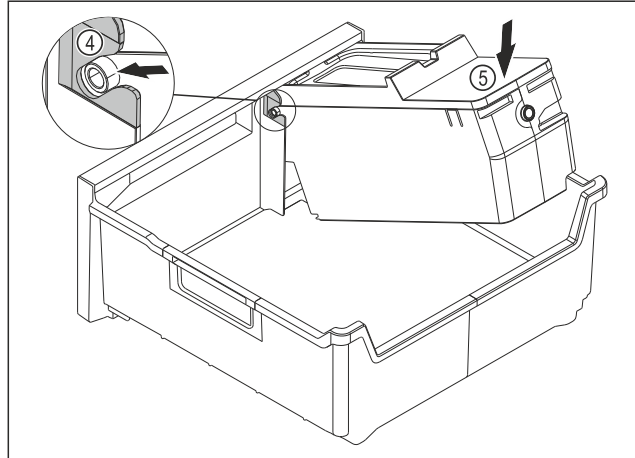

Fig. 82
- EasyTwist-Ice gövdesini monte edin: EasyTwist-Ice gövdesinin eksenlerini kılavuzlara Fig. 82 (4) itin.
- EasyTwist-Ice gövdesini Fig. 82 (5) arkadan aşağı bastırın.